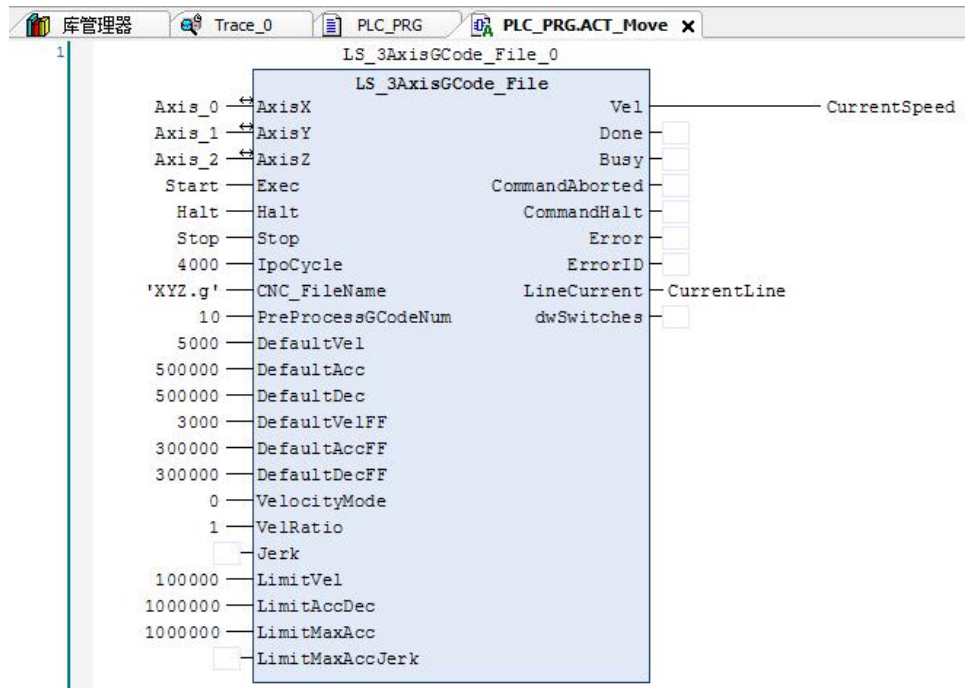
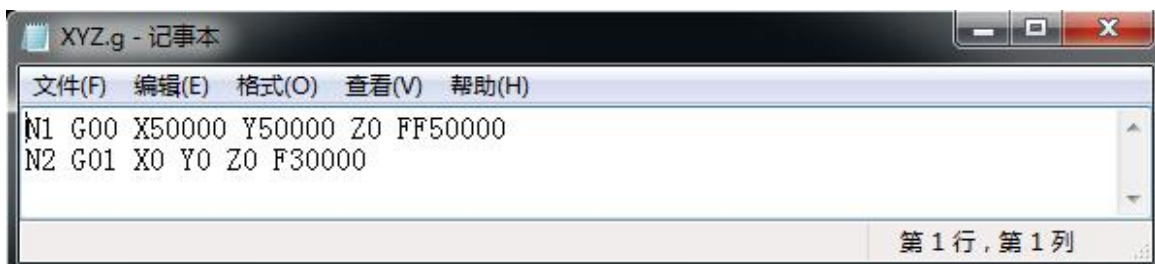

图 8.35 G 代码插补模块
图 8.36 G 代码文件
3) 添加模块:在主程序 PLC_PRG 下新建上电模块 ACT_Power、运动模块 ACT_Move, 并填写相应的参数和变量, 并实时读取插补运动的当前速度和当前执行的 G 代码行号, 如图 8.35 所示。其中的 CNC 文件“XYZ.g”文件, 通过文件系统传输到控制器的 FLASH 中, G 代码文件的内容如图 8.36 所示。